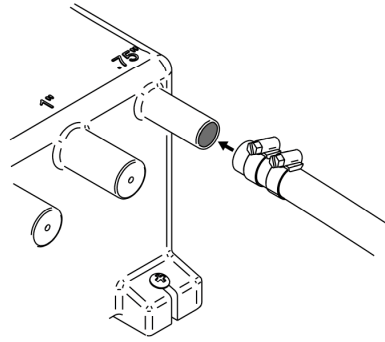

Figura 7. Fijación de la manguera al puerto del depósito
Paso 3: Fije todas las carcasas sobre los puertos seleccionados utilizando bridas adecuadas para mangueras, según se muestra en la Figura 7. Verifique que no se produzcan fugas. No apriete excesivamente las bridas de las mangueras.